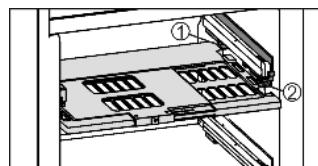

Fig. 21
- ▶ Установка пластины регулировки влажности: попечные ребра крышки на пластине вставить через низ в задний держатель Fig. 21 (1) и защелкнуть спереди на держателе Fig. 21 (2).